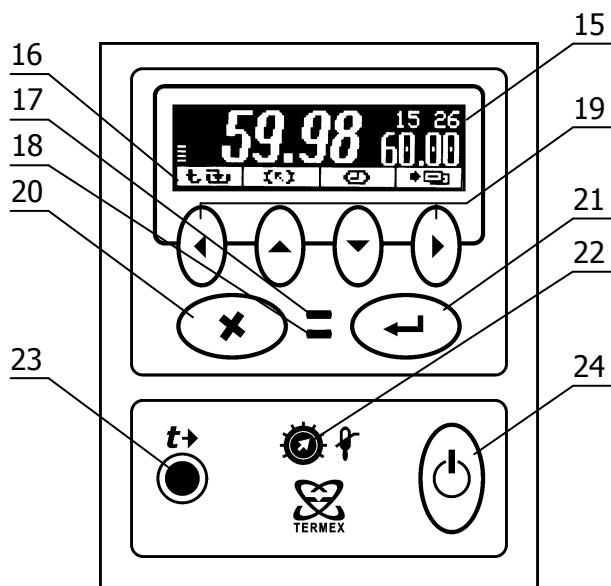

Рисунок 2 – Лицевая панель
Система безопасности блока регулирования отключает двигатель насоса и нагреватель при срабатывании хотя бы одной из защит или неисправности управляющего датчика (1.2.15). При срабатывании системы безопасности раздается звуковой сигнал, загорается индикатор 17 (рисунок 2) и на дисплей 15 выводится информация о причине неисправности.
2.3.1 После подключения сетевого кабеля к электрической сети блок регулирования переходит в режим ожидания. Подключение сопровождается кратковременной подсветкой дисплея 15 (рисунок 2).
2.3.6 Для регулировки яркости подсветки или контраста дисплея нажать кнопку 20 (X), выбрать изменяемый параметр кнопками (▲) и (▼) и установить его значение кнопками (◀) и (▶). Зафиксировать изменение нажатием кнопки 21 (↔) (рисунок 2).
2.5.6 Для выбора уставки в качестве текущей кнопками (\blacktriangle) и (\blacktriangledown) подвести к ней указатель. Значение отмеченной указателем уставки дублируется крупными цифрами в правой части дисплея. Для подтверждения выбора отмеченной уставки нажать кнопку 21 (\leftarrow). Для отмены выбора нажать кнопку 20 (\times) (рисунок 2).
2.5.7 Для изменения численного значения отмеченной указателем уставки нажать кнопку (\triangleright). На рамке, обрамляющей значение уставки в правой части дисплея, появятся “засечки”, указывающие на изменяемую позицию в численном значении. Цифра в отмеченной позиции мигает. Нажатиями кнопок (\blacktriangle) и (\blacktriangledown) установить требуемую цифру в отмеченной позиции. Если удерживать кнопку нажатой, значение уставки будет изменяться непрерывно. Нажатиями кнопок (\blacktriangleleft) и (\triangleright) переместить отметку изменяемой позиции. Дискретность изменения значения уставки зависит от положения изменяемой позиции: если отмечена позиция десятков, то при единичном нажатии кнопки (\blacktriangle) или (\blacktriangledown) значение уставки изменится на 10 °C. Если отмечена позиция десятых долей, то значение уставки изменится на 0.1 °C соответственно. Закончить ввод нового значения уставки нажатием кнопки 21 (\leftarrow). Для возврата к значению уставки до ее изменения нажать кнопку 20 (\times) (рисунок 2).
2.6.3 При срабатывании защиты раздается звуковой сигнал и загорается красный индикатор срабатывания системы безопасности 17 (рисунок 2). Работа насоса и нагревателя будет блокирована. На дисплее отобразится текущее состояние системы защиты.
2.6.5 После устранения причины срабатывания защиты или ее отключения кнопкой (►) индикатор 17 (рисунок 2) погаснет. Перевести блок регулирования в рабочий режим нажатием кнопки 21 (↔).